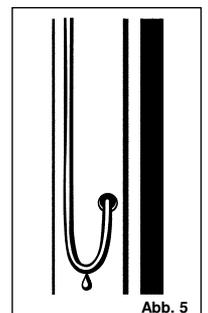

Abb. 5
7. Um ein Eindringen von Wasser in den Mast oder das Mauerwerk zu verhindern, sollten Sie mit dem Kabel einen "Wassersack" bilden. (Abb. 5)